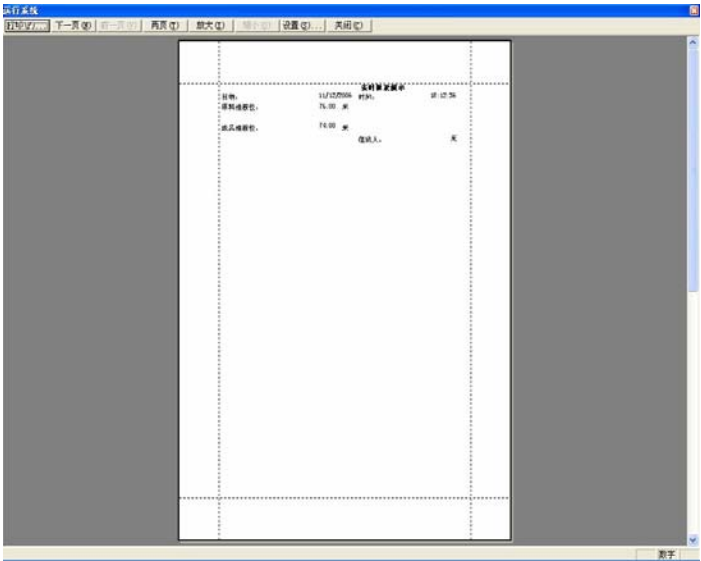

图 8-12
- 4、当系统处于运行状态时，页面设置完毕后，单击此按钮，系统会自动隐藏组态王的开发系统和运行系统窗口，并进入打印预览窗口，如图 8-12 所示：